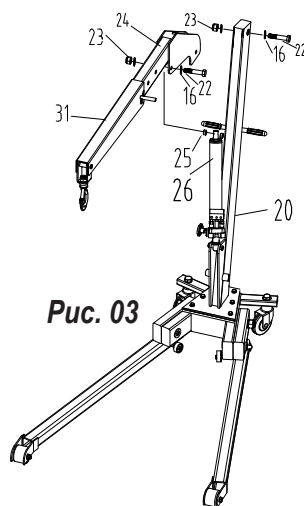

Рис. 03
- См. рисунок 03: Установите насос #26 с помощью самоконтращейся гайки #23 и болта #22.